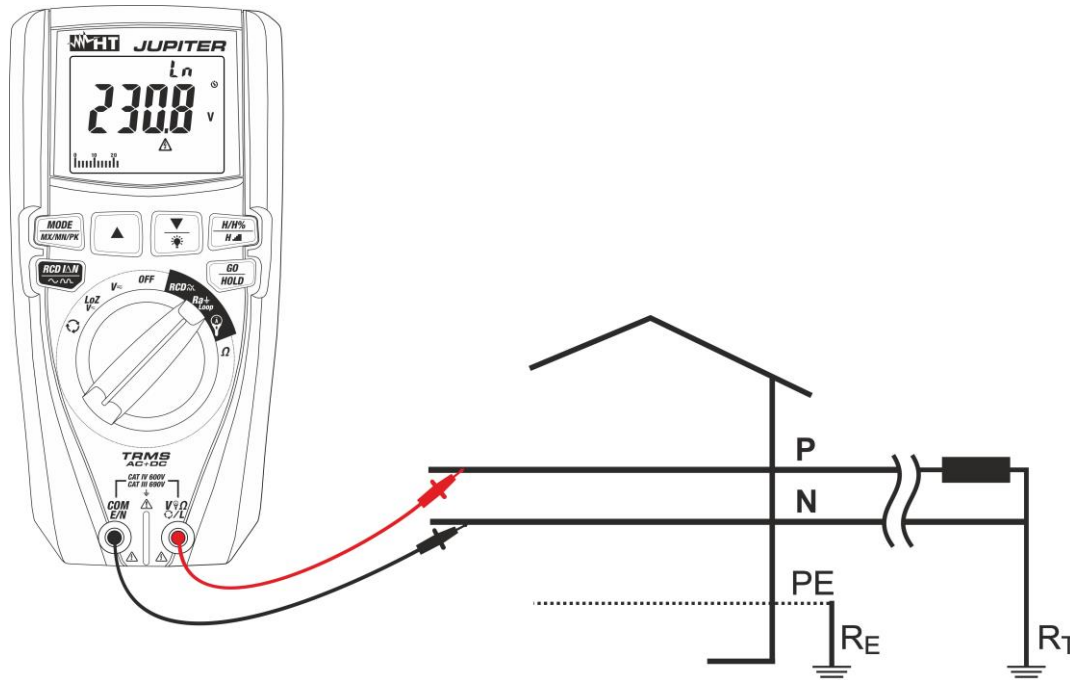

Fig. 26: Uso del instrumento para medida impedancia Bucle L-N con puntas de prueba
8. **Para la medida de Bucle L-N** en caso de uso de las puntas de medida inserte el conductor rojo en el terminal de entrada **V Ω L** y el conductor negro en el terminal de entrada **COM/E/N** y conecte el instrumento a la instalación en examen (ver Fig. 26). El valor de la tensión Fase-Neutro se muestra en pantalla